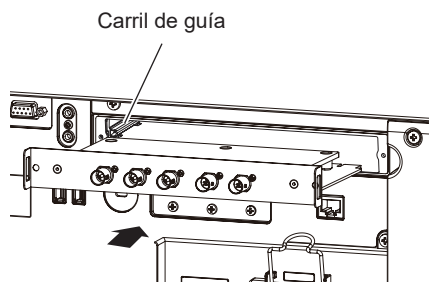

Figura 2
2) Instale la tarjeta de función en el proyector. (Figura 2)